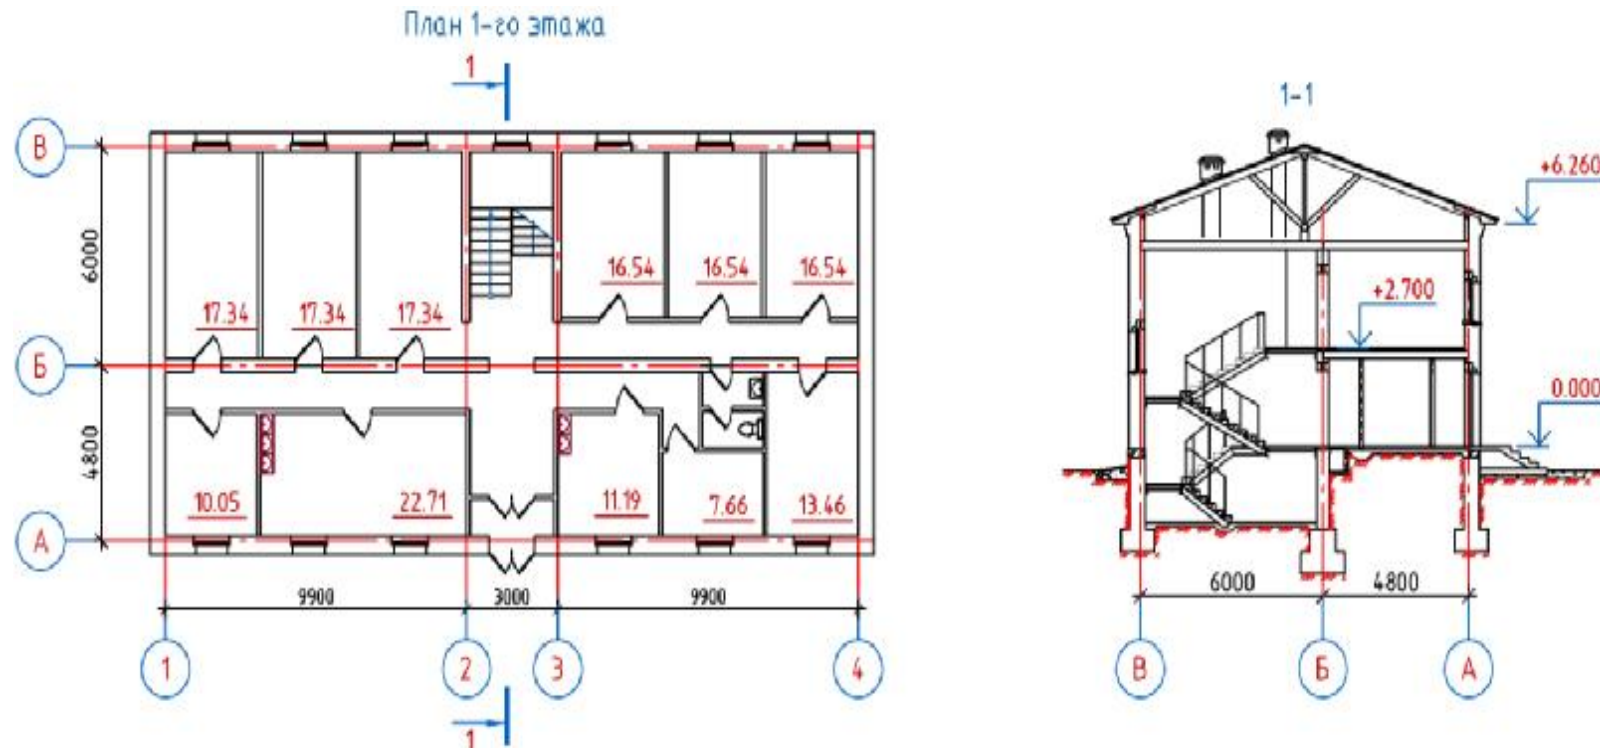

Рис. 4. Односекционный двухэтажный 12-квартирный кирпичный жилой дом
5. Определить конструктивную систему и конструктивную схему по рис. 4. Выполнить схему расположения элементов перекрытия и спецификацию.